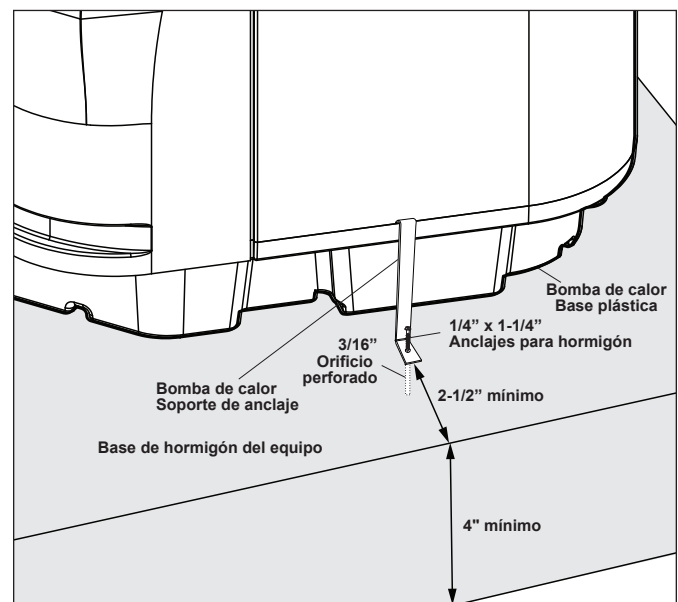

Figura 3. Instalación de las abrazaderas de anclaje
3. Ubique el gancho de cada abrazadera sobre el reborde en el panel de la base de la bomba de calor. El gancho debe caber entre el reborde del panel de la base y el protector de la serpentina evaporadora (consulte la Figura 3).
7. Posicione las abrazaderas de anclaje de modo que los orificios de las abrazaderas estén sobre los anclajes de perno. Asegúrese de que los ganchos de las abrazaderas estén sobre el reborde de la base de la bomba de calor (consulte la Figura 3).